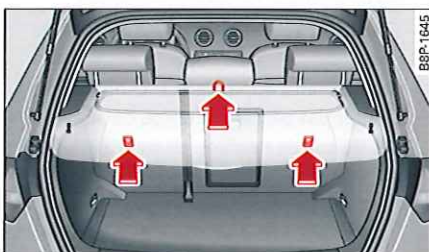

Fig. 129 Dossier de la banquette arrière : ancrages Top Tether
- ▶ Accrochez la sangle à l'ancrage Top Tether ¹⁾ ⇒ fig. 129.